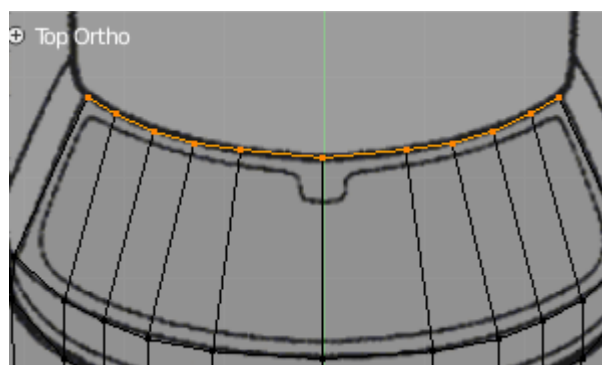

Figura 4.48
48. Na janela Top Ortho, seleccione cada um dos vértices individualmente, **[RMB]**, e ajuste-os aos pontos de referência da imagem do modelo, **[G]**, figura 4.48.